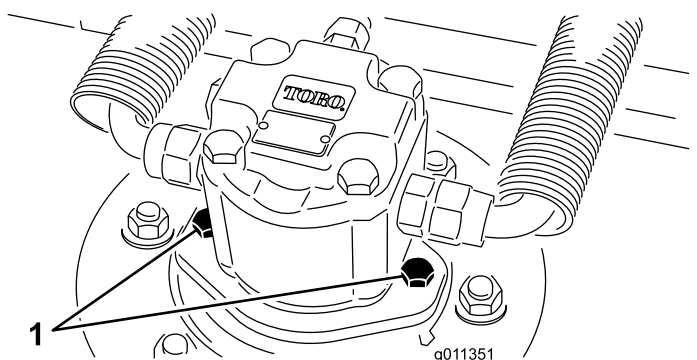

Figure 96
2. Débranchez et déposez le moteur hydraulique de l'unité de coupe (Figure 96). Couvrez le dessus de l'axe pour éviter toute contamination.
4. Montez le moteur hydraulique sur le plateau de coupe (Figure 96). Vérifiez que le joint torique est en place et en bon état.